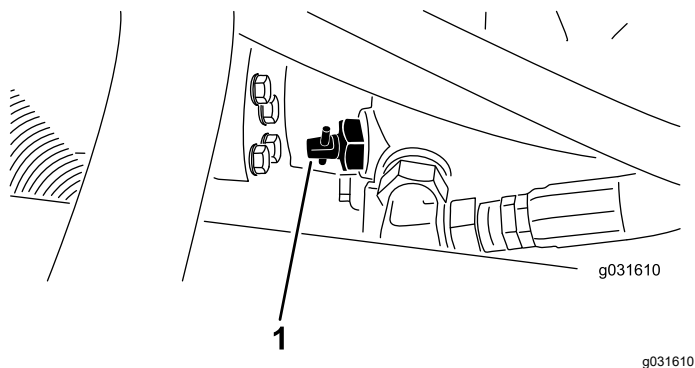

图 30
1. 找到泵上的旁通阀图 30 旋转 90° 1/4 圈以松开旁通阀。